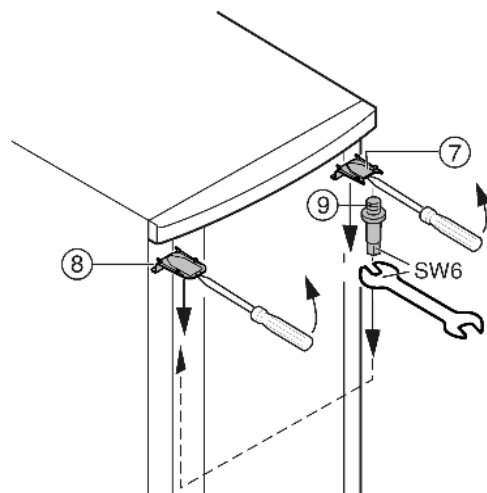

Fig. 7
- Odstraňte kryt Fig. 7 (7) a kryt Fig. 7 (8) šroubovákem vpředu uvolněte ze západek a odstraňte pohybem šikmo směrem dolů.
- Vyšroubujte ložiskové čepy Fig. 7 (9) a na protější straně zašroubujte silou (**4 Nm**).
- Namontujte opět kryt Fig. 7 (7) na straně ložiskového čepu: vřadu nasadte, vpředu nechte zaskočit do západek.
- Namontujte opět kryt Fig. 7 (8) na protější straně: vřadu nasadte, vpředu nechte zaskočit do západek.
- Zavěste dveře nahoře do ložiskového čepu Fig. 7 (9).